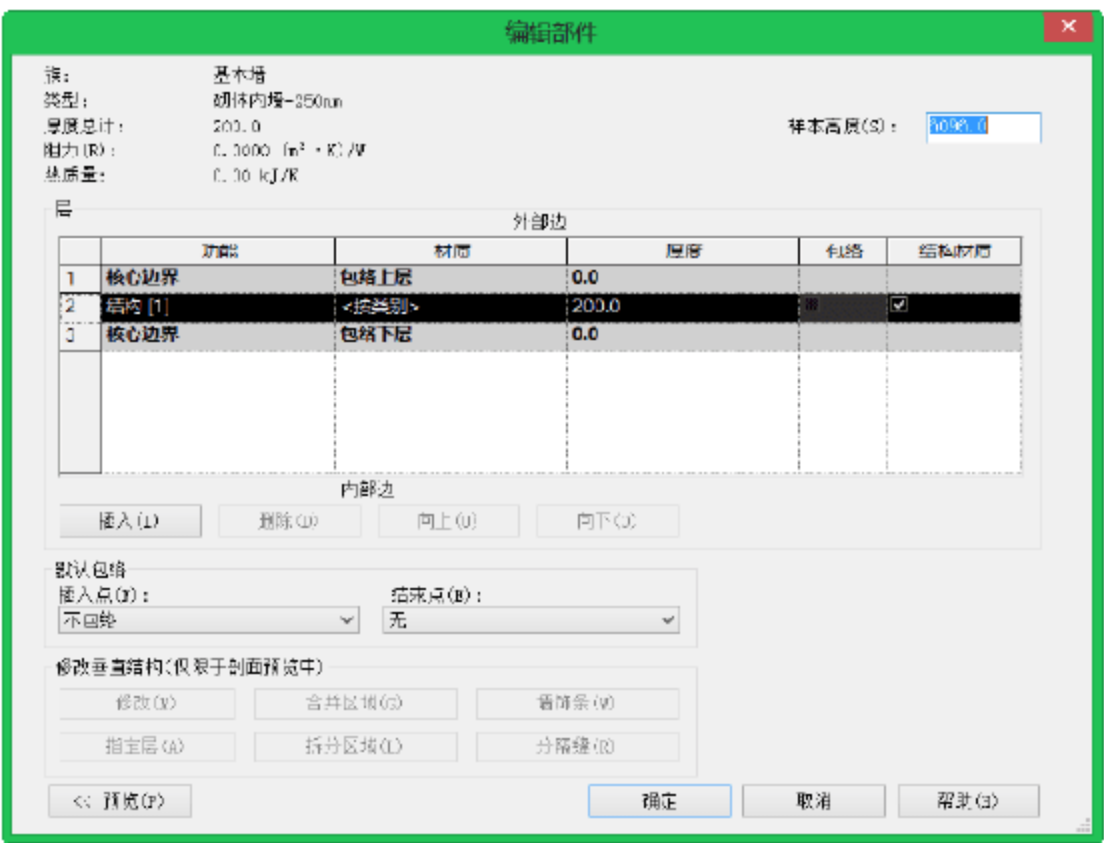

图 10.2.16 “编辑部件”对话框
(3) 添加“面层 1 [4]”功能。单击“属性类型”对话框下“结构”参数后的“编辑”按钮，弹出“编辑部件”对话框，如图 10.2.16 所示。单击“插入”→“向上”按钮，在“功能”参数下将“结构[1]”改为“面层 1 [4]”，如图 10.2.17 所示。